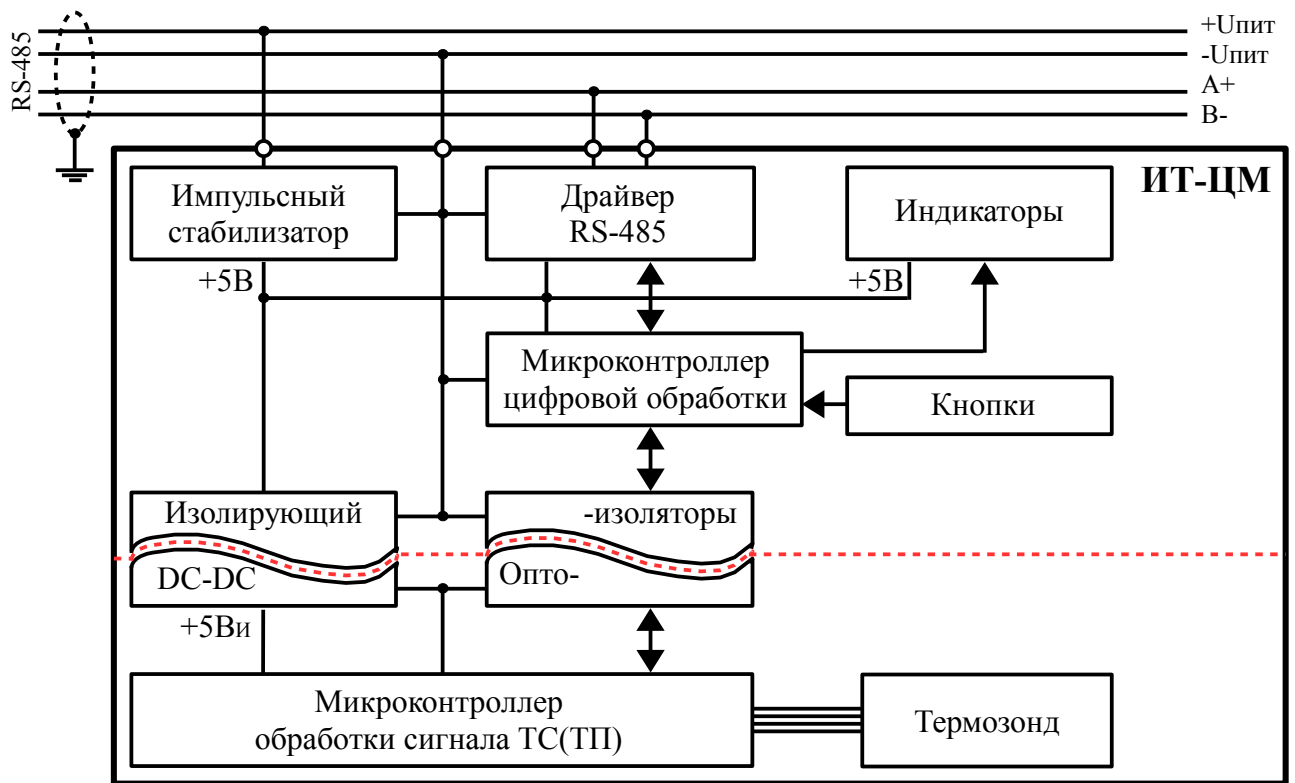

Рисунок 2 - Функциональная схема ИТ-ЦМ
7.2.2 **Рисунок 2** поясняет устройство и работу термопреобразователя.